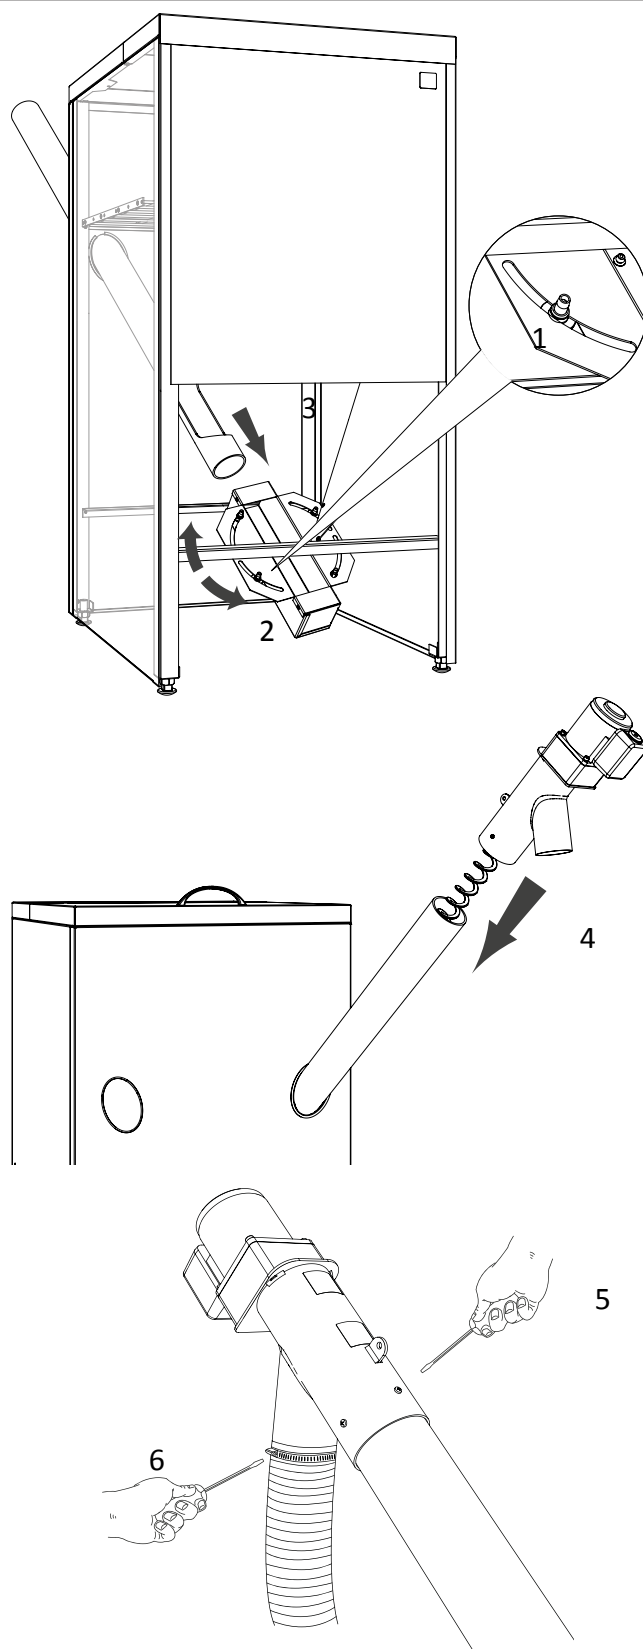

Fig. 8. Montage de l'ensemble
2. Desserrez les vis de maintien du manchon rotatif du distributeur (Fig. 8, pièce 1) et tournez le manchon à fond à la gauche ou à la droite, selon la localisation du distributeur (Fig. 8, pièce 2).
3. Insérez à fond le tube de transport du distributeur dans le trou de montage produit plus tôt (Fig. 8, pièce 3) (pour l'ajuster précisément plus tard) et resserrez les vis de pression du manchon rotatif.
1. Placez la spirale du distributeur dans le tube de transport (Fig. 8, pièce 4).
3. Fixez le tuyau flexible au raccord du distributeur et au tube de chargement du brûleur (Fig. 8, pièce 6) en utilisant les colliers de serrage.
5. Ayant trouvé l'inclinaison optimale du raccord, percez les trous dans le tube de transport du distributeur (à travers les trous dans le tube de raccordement) en utilisant la mèche contenue dans l'ensemble et assemblez les en vissant à l'aide des boulons livrés avec le matériel (Fig. 8, pièce 5).